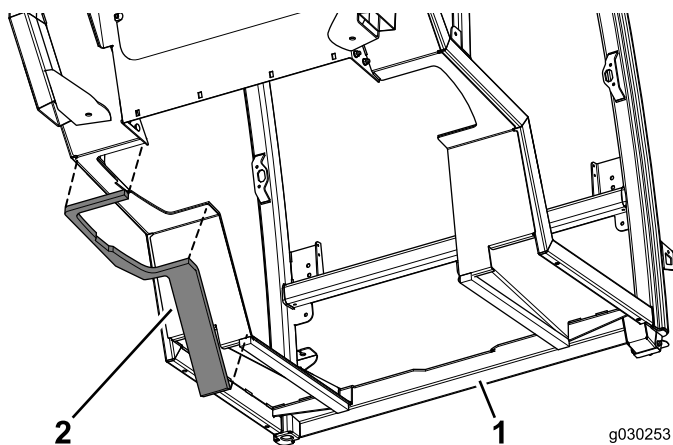

Figura 8
3. Aplique o vedante esquerdo no lado esquerdo da cabina (Figura 8).